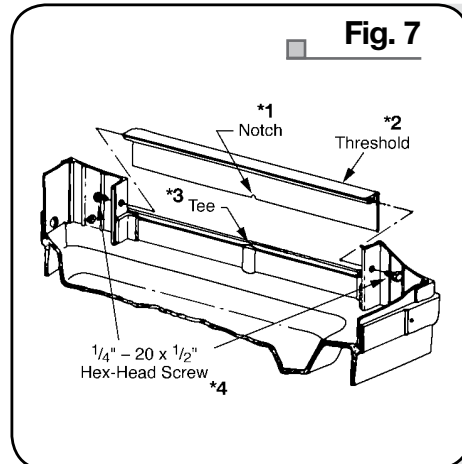

Fig. 7
8. Set Threshold in place between the front support extrusions. Be sure that threshold "notch" is locked into base "tee" section. Insert a $\frac{1}{4}$ " – 20 Hex Head Screw through the pre-punched hole in the front support flange and screw into the threaded area of the Threshold. Follow the same procedure for the other side. After both screws are started, tighten securely. (**Fig. 7**)
8. Coloque el umbral en medio de los moldeamientos de los soportes frontales. Asegúrese de que la ranura del umbral trabaje con la división "T". Inserte un tornillo de cabeza hexagonal $\frac{1}{4}$ " – 20 en el orificio marcado en el reborde del soporte frontal y atorníllelo en el área roscada del umbral. Repita el procedimiento para el otro lado. Una vez que los dos tornillos estén colocados, ajústelos hasta que queden firmes. (**Fig. 7**)
8. Installez le seuil de porte entre les extrusions du support avant. Assurez-vous que l'encoche du seuil est insérée dans la section en T de la base. Insérez une vis à tête hexagonale n° 20 de $\frac{1}{4}$ po par le trou du raccord de support avant puis dans le trou correspondant du seuil de porte. Procédez de la même façon pour l'autre côté. Une fois les 2 vis en place, serrez-les à tour de rôle. (**Fig. 7**)